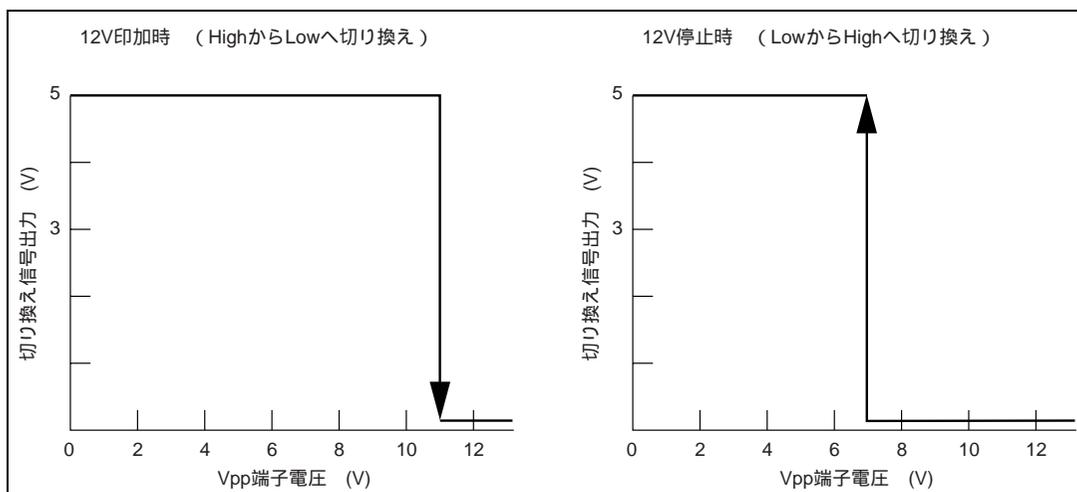

図 3.7 12V 検出回路部入出力
(3) ハードウェア動作
- (b) 12V検出回路部は、 V_{PP} 端子に印加された12Vを検出（約10.9V）し、切り換え信号“Lowレベル”をSCI切り換え回路部へ出力します。また、約7.6V以下の電圧を検出すると切り換え信号“Highレベル”をSCI切り換え回路部へ出力します。図3.7に12V検出回路部の入出力特性を示します。